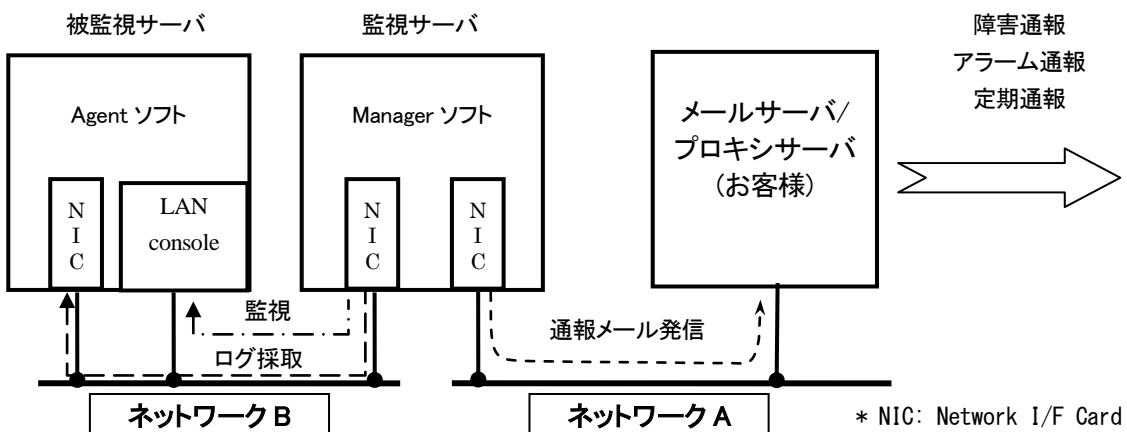

図 3-1
監視サーバはネットワーク B を介して、被監視サーバの通常の LAN ポート (Core I/O 或は増設 NIC) と管理用の LAN コンソールポートの 2 つのポートと接続します。NX リモート通報は、通報を e-mail または https で行います。このため、Manager ソフトを導入した監視サーバからアクセス可能で、保守センター宛にメール発信できるメールサーバまたは https 通信環境を事前にお客様に用意していただく必要があります。下記の例 (図 3-1) では、通報用のネットワーク A を介して監視サーバとメールサーバまたはプロキシサーバが接続されています。
- ・ 図 3-1 では通報用のネットワーク A と監視用のネットワーク B を分離しているが、分離せずにネットワークを共通化した構成も可能。
- ・ 図 3-1 では増設 NIC に接続しているが、Core I/O の LAN ポートに接続することも可能。